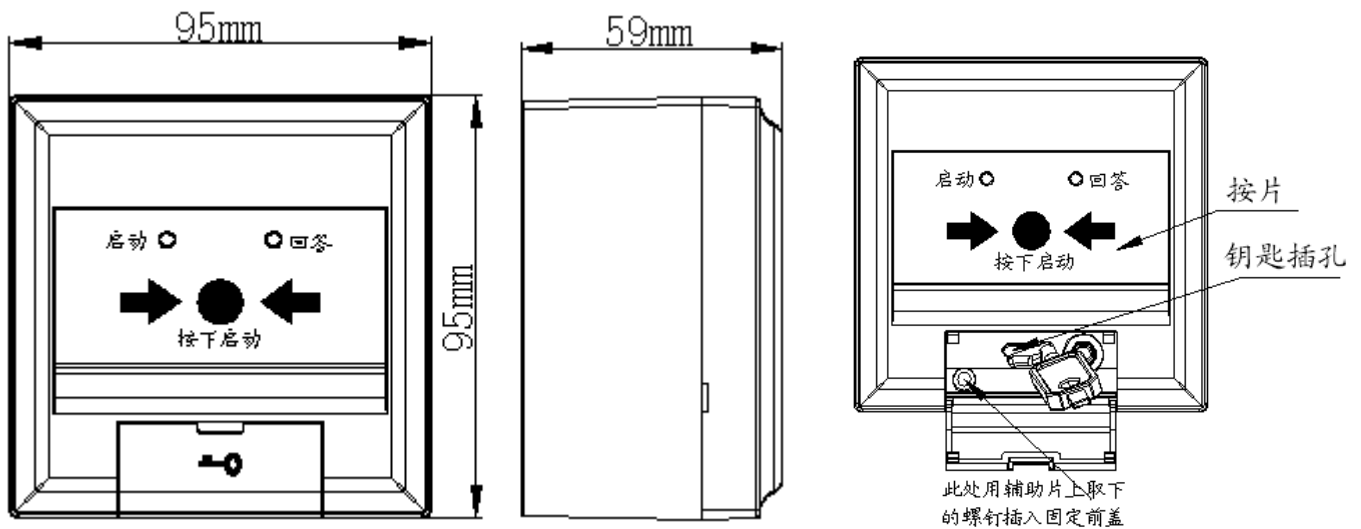

图 1
- 3.6 复位方式：用专用钥匙复位。产品启动后，打开消火栓按钮钥匙盖（如图 1）插入专用钥匙向右扭动 90 度，产品即可复位。
- 4.1 消火栓按钮的外形示意图如图 1：